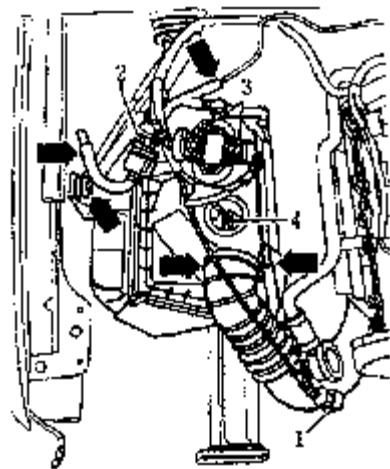

图 4-7 拆卸空气滤清器壳体
(7) 如图 4-7 所示，拆下锁支架及其连接件，断开进气压力控制电磁阀 N75 处、ACF 阀处、输出极 N122 处和空气流量计处导线/接头。
(8) 如图 4-7 箭头所示，拉下软管，拆下空气滤清器壳体。整体拆下冷却液膨胀罐及软管。